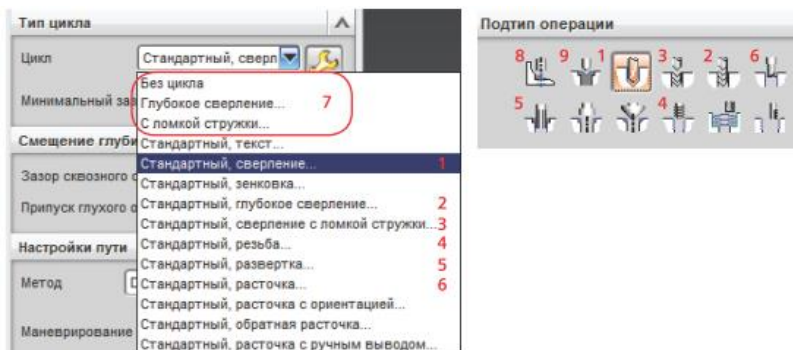

Рисунок 6.4 – Перелік циклів – операцій обробки отворів
Деякі цикли неможливо продублювати (рис. 6.4), а деякі команди використовують один і той же цикл, але з різними настройками глибини свердління. Згадаємо можливість заміни циклів звичайними рухами з лінійною інтерполяцією (7). Деякі верстати не підтримують виведення циклів, і для них використовується ця можливість. Команди Цековки (8) і Центровка (9) використовують стандартний цикл, але в першому випадку глибина за замовчуванням задана 0, а в другому задана глибина центрування.